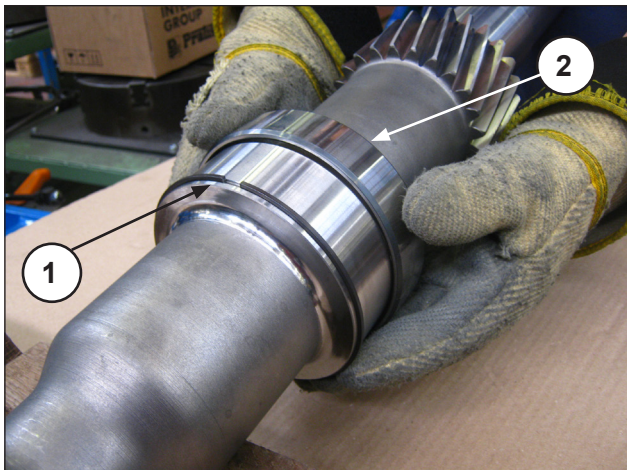

Abb. 78
Montieren Sie auf die Ritzel  $r=3,46$  und  $r=4,23$  den Sprengling und den vorgewärmten Innenring des Nadellagers (Pos. ①, Abb. 78).